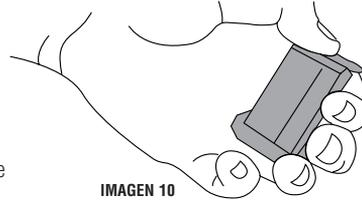

IMAGEN 10
5. Mientras sostiene el cargador por separado y apartado del arma, deslice el cartucho superior hacia adelante y sáquelo del cargador. Repita este paso hasta que el cargador esté completamente vacío. Consulte la imagen 10.